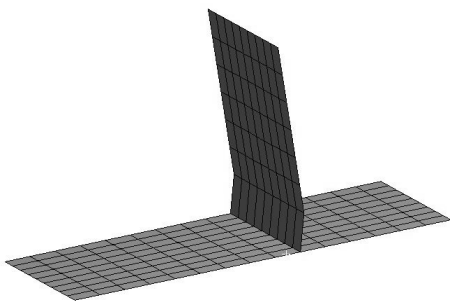
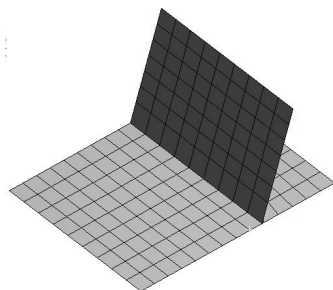

图 7.6.97 连接到边界
图 7.6.98 不连接到边界
- ◆ **Snap to Boundary** 下拉列表：用于定义投影几何是否捕捉到网格边界上，选中 **Yes** 选项，投影几何将连接到边界上（图 7.6.97）；选中 **No** 选项，投影几何将不连接到边界上（图 7.6.98）。